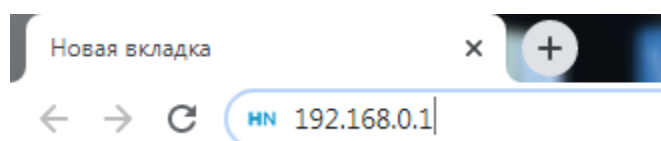

Рисунок 13 . WEB интерфейс модема
3. После автоматического получения IP-адреса откройте браузер. Зайдите на главную страницу модема для этого в строке адреса введите 192.168.0.1 и нажмите «Enter» (**рисунок 13**).